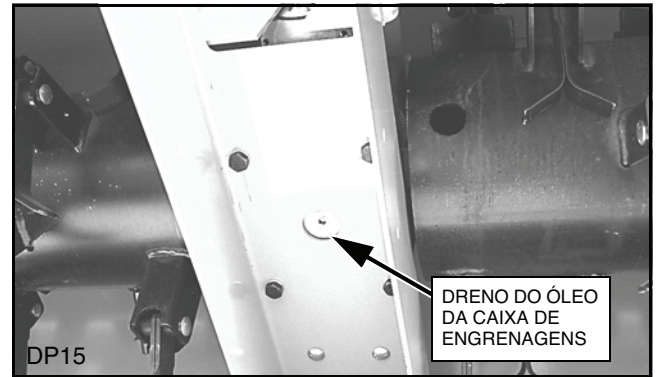

Figura 30. Local de dreno do óleo da caixa de engrenagens
1. Troque o óleo da caixa de engrenagens. Reabasteça com óleo de engrenagem SAE 85W90. Capacidade: 2, 4 L (2-1/2 U.S. quarts) (110 oz.). Consulte a Figura 30.